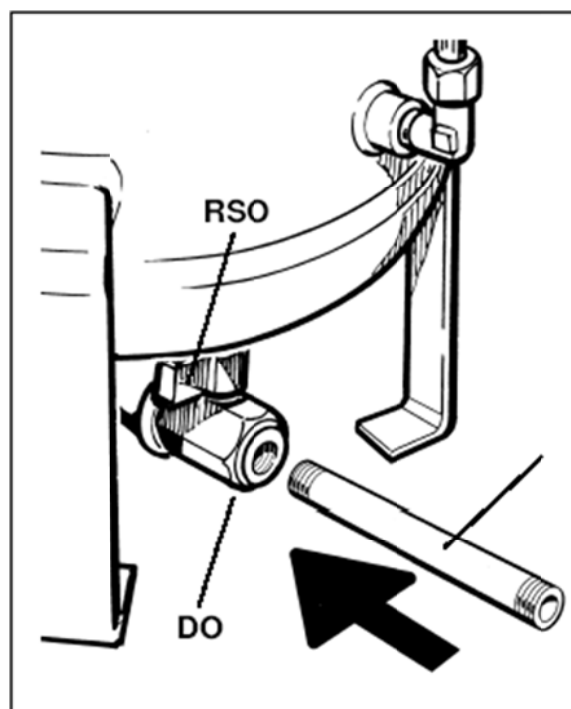

рис.21.
- Подсоединить прилагаемый штуцер **R**, который должен сообщаться с накопительной емкостью, к креплению **DO** после снятия предохранительной пробки (рис.21).
- Приоткрыть сливной клапан **RSO** (рис.21).